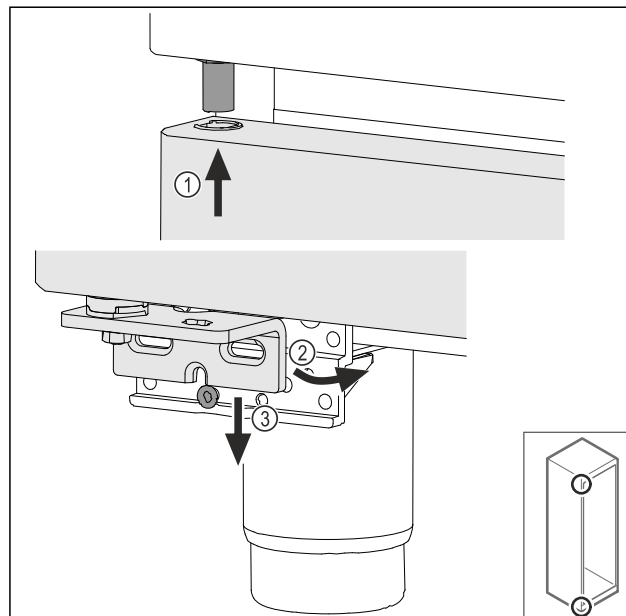

Fig. 49
- Enfiler la porte légèrement inclinée en haut Fig. 49 (1), redresser la porte Fig. 49 (2) et la poser en bas sur la vis du support de palier Fig. 49 (3).